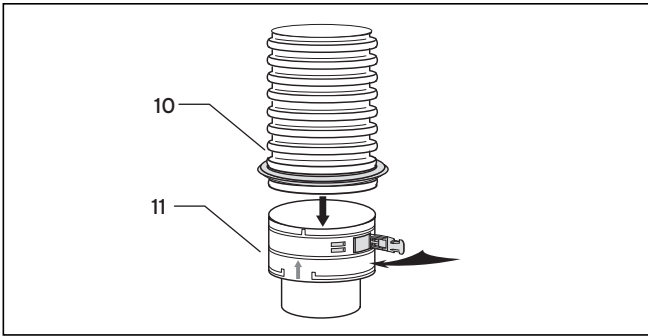

Bild 5.48 Skarvstycke med flexibelt rökgasrör
- Montera på samma sätt som skarvstycket (se bild 5.48).